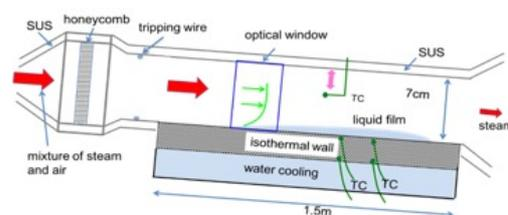

図1 WINCS 模式図
**2. 実験装置の概要と実験内容** 壁面凝縮挙動を計測するため、蒸気・空気の混合気体を流入させる風洞装置 WINCS (WInd tunnel for Condensation of Steam and air mixture) を製作した。図1に示すように WINCS は上流側から整流部、助走部、試験部、拡大部から構成される。試験部は高さ 70mm、スパン方向長さ 350mm、主流方向長さ 1.5m である。試験部底面では厚さ 25mm の SUS 板の外側で冷却水を循環させることにより冷却を行う。それ以外の面は断熱材で覆われている。空気はコンプレッサにより最大 5000L/min、蒸気は 100kW ボイラから 100℃で最大 4400L/min で供給可能である。装置本体の傾斜角は 5~90 度で可変である。試験部内の流速分布をレーザードップラー流速計、温度分布をφ0.5 の熱電対のトラバースにより計測した。予備実験として、室温空気流の等温断熱条件及び、飽和温度 60℃相当の分圧比となる蒸気・空気混合流を底面冷却（冷却温度 20℃）する条件で実験を実施した。